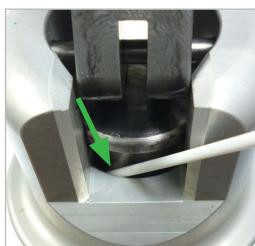

Abbildung 11
- ▶ Geben Sie einen kurzen Sprühstoß mit dem Zielröhren zwischen das Gehäuse und den Kolben an der Spannhebelbetätigung (Abbildung 11).